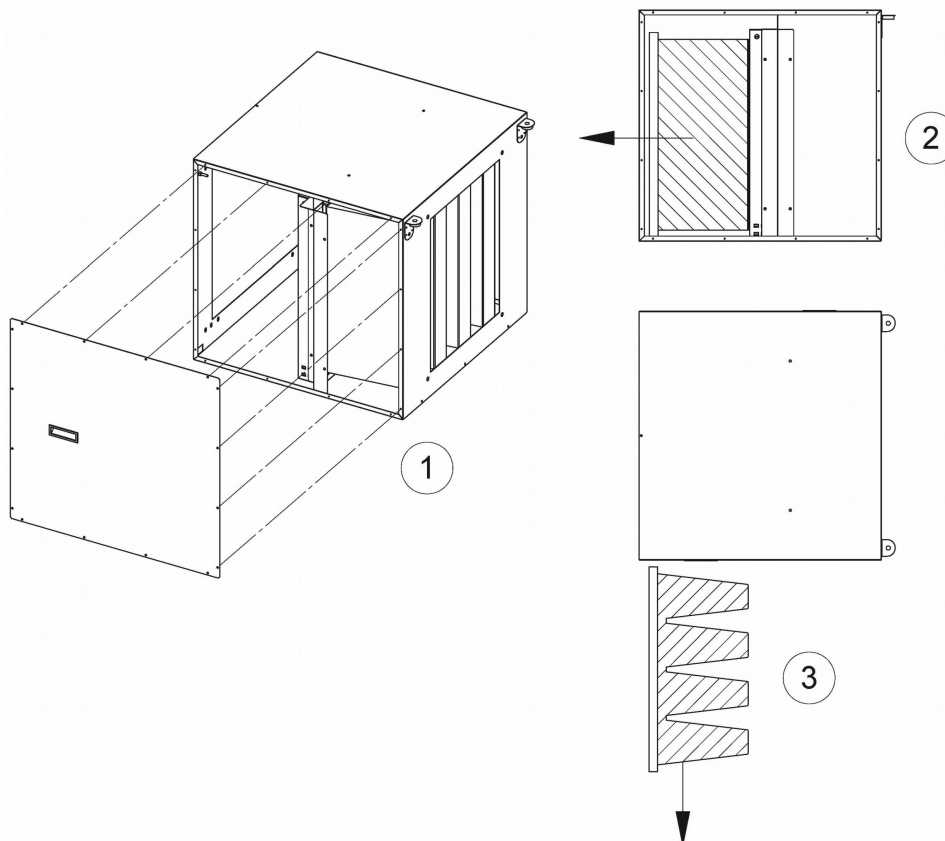

Fig.42
- Smontare il pannello laterale del modulo rimuovendo le viti (1), come indicato nella figura seguente (Fig. 42).
- Estrarre la cella filtrante (2): a seconda del modello, nel caso di cella compatta microplissettata, estrarla semplicemente facendola scorrere nelle apposite guide. Nel caso di cella a tasca rigida (3), sganciare le clips di metallo piegandole leggermente e ruotandole in modo da liberare la cella ed estrarla prima facendola scorrere indietro all'interno del modulo e poi tirarla lateralmente fuori dall'involucro.
- Remove the module inspection side panel loosening the screws (1), see the picture below (Fig. 42).
- Extract the filter cell (2): in function of the model, in case of compact microplissed cell, simply remove it by sliding it into t e appropriate guides. In case of rigid bag filter (3), unfasten the metal clips by bending slightly them and rotate them to release the cell. Remove the rigid bag firstly by sliding it back inside the module, and then pulling it out of the casing.